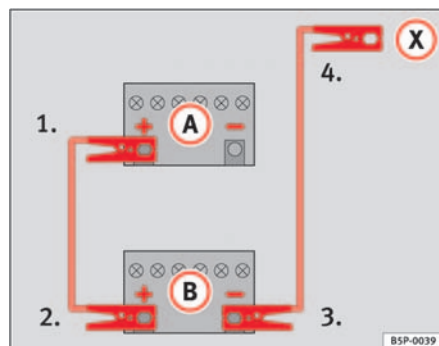

Fig. 200 Esquema de ligação dos cabos auxiliares do arranque
Na ⇒ fig. 200 **A** estão representadas a bateria descarregada e em **B** a bateria com carga.
1. Ligar uma extremidade do cabo auxiliar de arranque vermelho ao terminal positivo ⇒ fig. 200 **+** do veículo com a bateria descarregada ⇒ **!**.